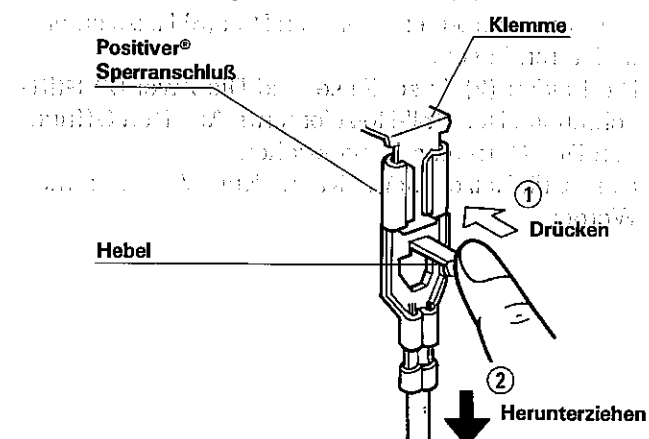

Abbildung C-1. Positiver Sperranschluß
3. Das Hochspannungskabel des Hochspannungsgleichrichters vom Netztransformator abtrennen. Sich hierfür auf Abbildung C-1 beziehen.
4. Die Schraube (1) losdrehen, welche den Erdungswinkel an der hinteren Platte festhält.
6. Die blauen und braunen Kabel des netzkabels vom Entstörfilter abtrennen. Sich hierfür auf Abbildung C-1 "Positiver Sperranschluß" beziehen.
9. Die Schraube (1) losdrehen, welche den Kondensatorhalter an der Bodenplatte festhält.
10. Die Zunge (1) des Kondensatorhalters von der Bodenplatte lösen.
12. Die Schraube (1) entfernen, welche den masseseitigen Anschluß des Hochspannungs-Gleichrichters festhält.
4. Den Hauptkabelbaum vom Netztransformator abtrennen und sich hierfür auf Abbildung C-1 "Positiver Sperranschluß" beziehen.
7. Das Hochspannungskabel der Gleichrichter-Baugruppe vom Netztransformator abtrennen. Sich hierfür auf die Abbildung C-1. "Positiver Sperranschluß" beziehen.
8. Die beiden (2) Schrauben entfernen, mit denen der Transformator am Gehäuseboden befestigt ist.
3. Den Hauptkabelbaum vom Entstörfilter abtrennen und sich hierfür auf Abbildung C-1 "Positiver Sperranschluß" beziehen.
4. Das Hochspannungskabel des Entstörfilters vom Netztransformator abtrennen. Sich hierfür auf die Abbildung C-1. "Positiver Sperranschluß" beziehen.
5. Die Schraube (1) losdrehen, welche das Entstörfilter am Kondensatorhalter befestigt.